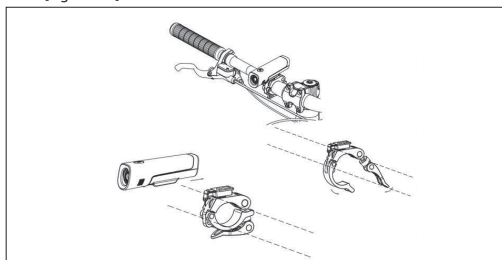

Figura 9-1
- Monta la luce anteriore sul manubrio, come mostrato in [Figura 9-1].